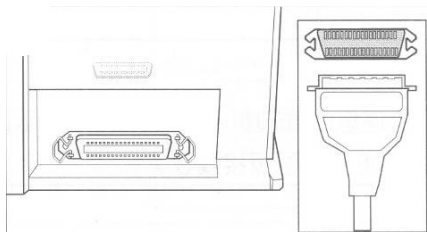

图 2-34 连接并行电缆
(2) 连接打印机电缆和电源线
① 连接并行电缆到打印机，如图 2-34 所示。